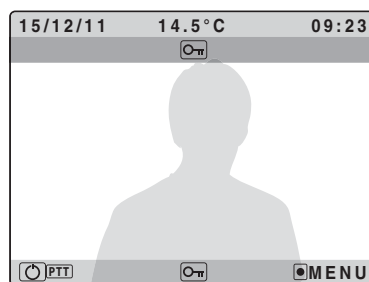

Fig.2b
- Aprire la porta premendo il pulsante  Fig.2b;
- To open the door press the  Fig.2b;